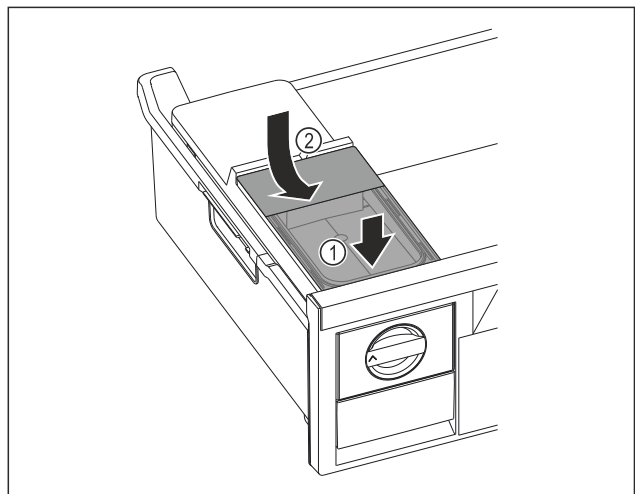

Fig. 86
- Placer le réservoir d'eau à l'avant. Fig. 86 (1)
- Abaisser le réservoir d'eau à l'arrière. Fig. 86 (2)